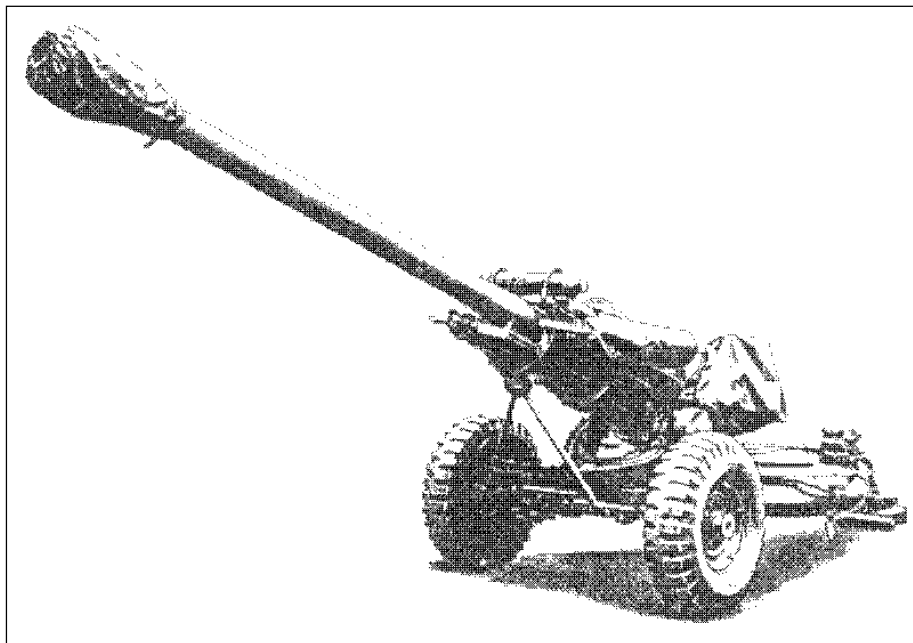

Fig 2-1. Peça em posição de marcha com tubo avante
(1) Posição de marcha com o tubo avante. (Fig 2-1)